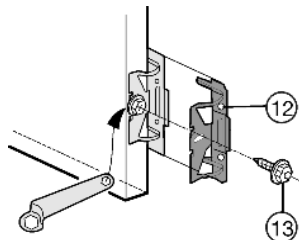

Fig. 12
- ▶ Visser tous les étriers Fig. 12 (12) sur les trous prépercés de la porte de l'appareil à l'aide d'une vis à tête hexagonale Fig. 12 (13).
- ▶ installer une deuxième paire d'étriers Fig. 12 (12).